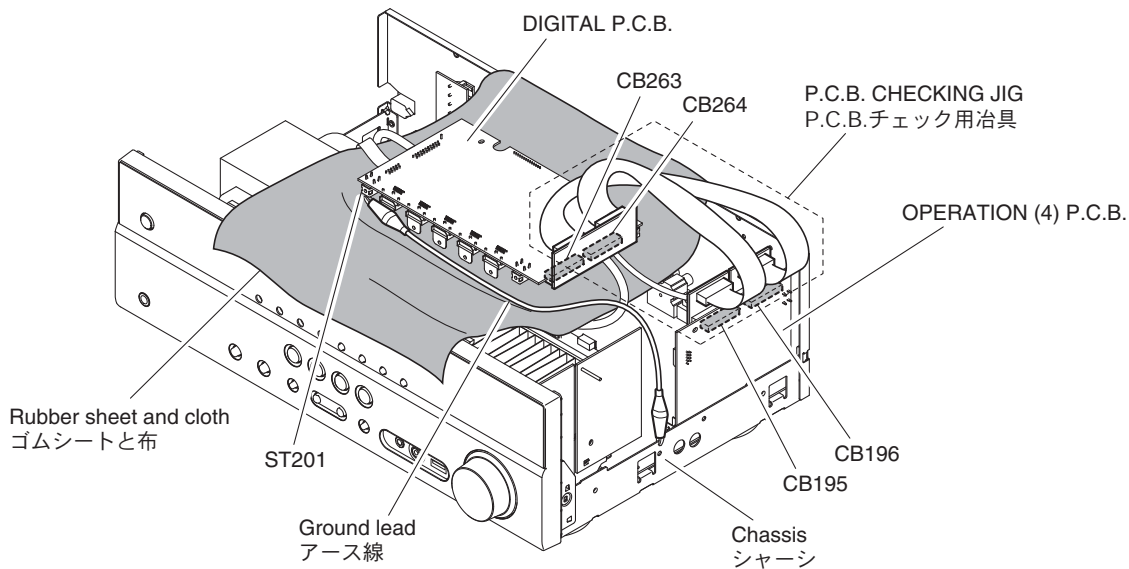

Fig. 4
- Put the rubber sheet and cloth over this unit, and place the DIGITAL P.C.B. on them. (Fig. 4)
- Connect ST201 on DIGITAL P.C.B. to the chassis with a ground lead. (Fig. 4)
- CB263 on DIGITAL P.C.B. – CB196 on OPERATION (4) P.C.B.
- CB264 on DIGITAL P.C.B. – CB195 on OPERATION (4) P.C.B.
- 本機の上にゴムシートと布を敷き、その上に DIGITAL P.C.B. を置きます。(Fig. 4)
- DIGITAL P.C.B. の ST201 のアースをリード線でシャーシに接続してください。(Fig. 4)
- DIGITAL P.C.B. の CB263 – OPERATION (4) P.C.B. の CB196
- DIGITAL P.C.B. の CB264 – OPERATION (4) P.C.B. の CB195